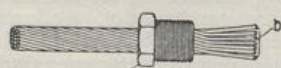

Fig. 3
2. Mittels eines Schraubenziehers wird die äußere Lage der Kabel etwas auseinander gebogen und die Kegel b bzw. d eingesteckt. (Fig. 3.)